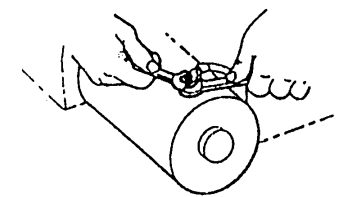

Figura 10
**⚠ PRECAUCIÓN** *Al conectar cables a las terminales del motor y solenoides (relevadores), sujete la tuerca interna al apretar la tuerca exterior. No permita que giren las terminales del motor porque puede romper los cables internos o desalinearse la pieza. Tenga especial cuidado en evitar que giren las terminales del solenoide (relevador). Cualquier giro puede dañar el solenoide (ver la Figura 10).*